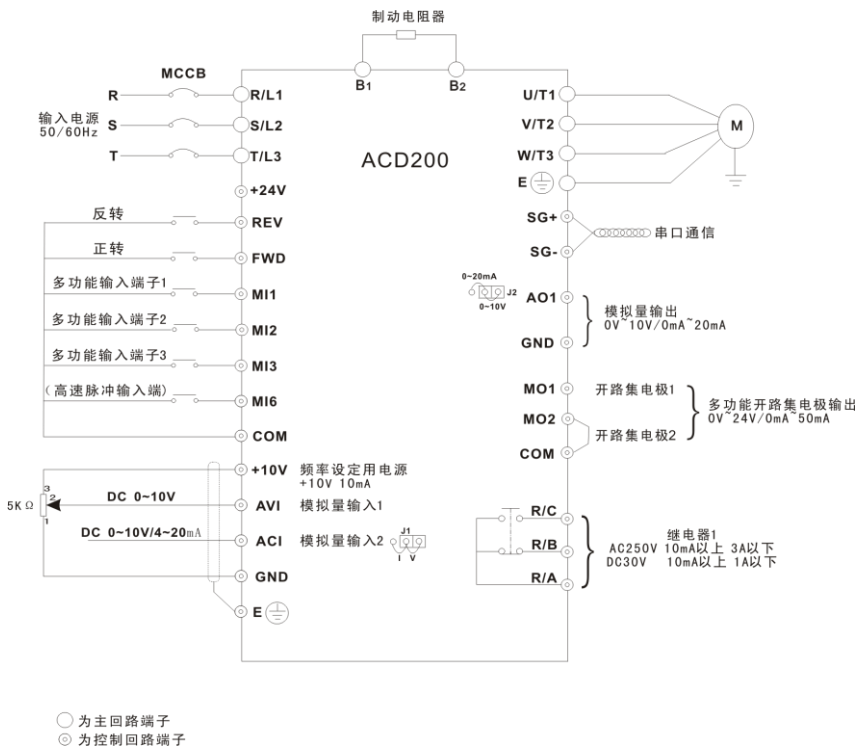

图 3-6 基本配线图
- (1) 接线前，确保已完全切断电源 10 分钟以上，否则有触电危险。
- (2) 严禁将电源线与变频器的输出端 U/T1、V/T2、W/T3 连接。
- (3) 变频器本身机内存在漏电流，中大功率变频器整机的漏电流大于 5mA，为保证安全，变频器和电机必须安全接地，接地线一般线径为 14~12AWG 铜线，接地电阻小于 10 Ω。
- (4) 变频器出厂前已通过耐压试验，用户不可再对变频器进行耐压试验。
- (5) 变频器与电机之间不可加装电磁接触器和吸收电容或其它阻容吸收装置，如图 3-6。
- (6) 为提供输入侧过电流保护和停电维护的方便，变频器应通过中间继电器与电源相连。
- (7) 继电器输入及输出回路的接线 (MI1、MI2、MI3、MI6、A01、MO1、FWD、REV 等)，应选用 22~16AWG 绞合线或屏蔽线，屏蔽层一端悬空另一端与变频器的接地端子  相连，接线长度小于 20m。